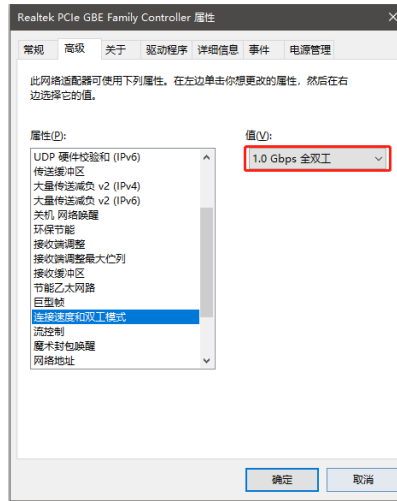

图 5-2 网卡工作模式设置
3)、软件使用时，请检查以太网适配器工作模式设置，是否为 1Gbps 全双工，如图 5-2 所示，